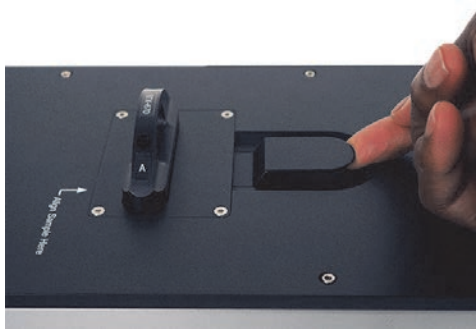

Figura 3-9 Desbloqueando o suporte de amostras
1. Levante a alavanca para destravar o suporte de amostras (veja Figura 3-9 na página 43).